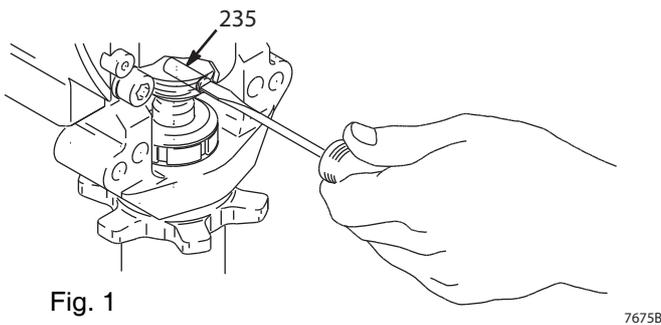

Fig. 1
- 3 Dévissez le tuyau d'aspiration (34) de la pompe en maintenant une clé sur la vanne d'admission de la pompe (A) pour empêcher la pompe de se desserrer.
- 4 Débranchez le flexible de sortie pompe (100) du mamelon de sortie du bas de pompe (60).
- 5 Fig. 1. Utilisez un tournevis pour soulever le ressort d'arrêt (236) en partie supérieure de la pompe. Sortez la goupille (235).